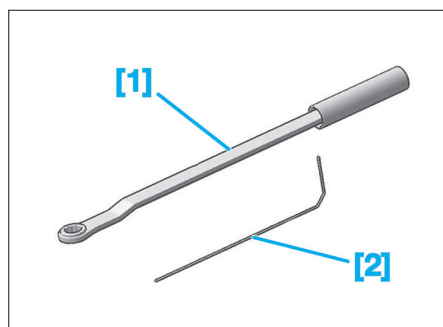

Fig. 1
- [1] Levier de compression du tendeur dynamique (réf. 0188Z) (Fig.1).